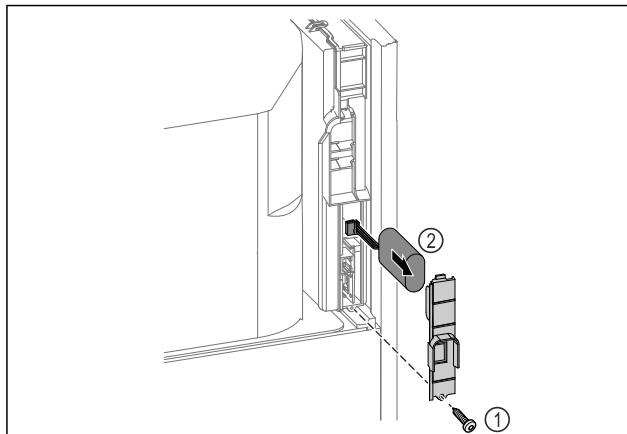

Fig. 222
- ▶ Išsukite varžtą ir nuimkite dengiamąją plokštelę galinėje prietaiso pusėje Fig. 222 (1).
- ▶ Atjunkite bateriją ir ją išimkite Fig. 222 (2).